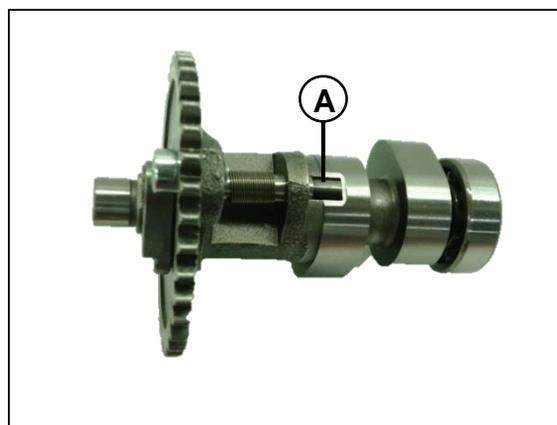

Fig. 21
El árbol de levas cuenta con una válvula de descompresión (A), situada en la leva de escape. **Fig. 21**